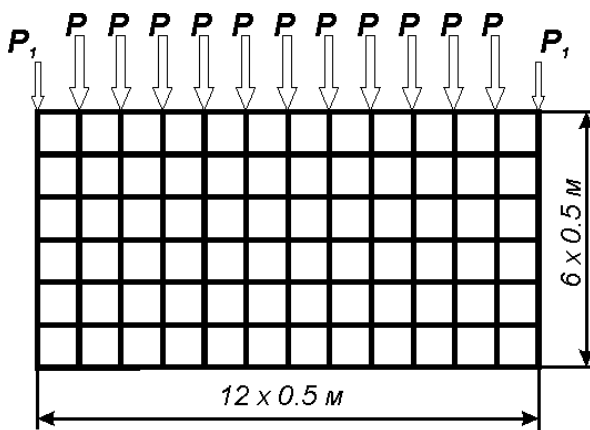

Рис. 106. Расчетная схема балки-стенки
Рассматривается задача плоского напряженного состояния. Объект расчета — вертикально расположенная бетонная плита (рис. 106) размером 6×3 м, защемленная по своей нижней грани. К верхней грани приложены нагрузки. К крайним узлам верхней грани приложены силы $P_1 = 5$ кН, ко всем остальным узлам верхней грани — $P = 10$ кН.
- Нажав одновременно на кнопки **Ctrl + Shift**, выделите курсором все нижние узлы балки-стенки (рис. 106) (узлы окрасятся в красный цвет).
- Аналогично выделите средние узлы, находящиеся на верхней грани балки-стенки, и задайте им величину силы $P = 10 \text{ кН}$ (рис. 106).